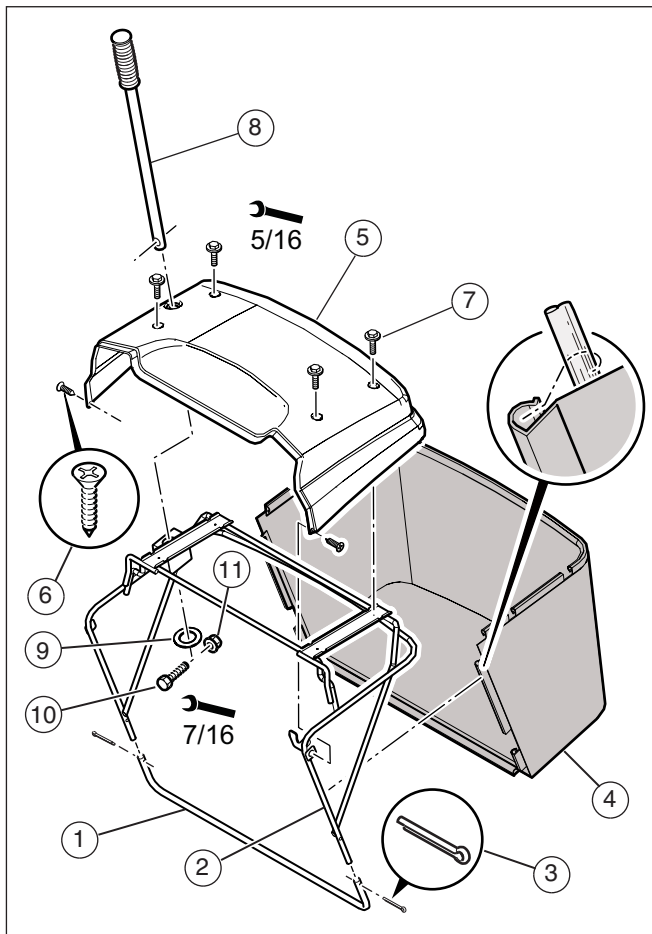

Figure 3
1. Faire glisser le tube inférieur (1) sur le cadre de l'ensacheuse (2) (voir la **Figure 3**).
3. Installer les goupilles fendues (3) dans les trous et courber les extrémités pour fixer le cadre.
4. Faire glisser l'ensemble de cadre sur le sac à herbe (4).
6. Aligner le couvercle de l'ensacheuse (5) sur les trous du cadre.
7. Utiliser les vis (6) et (7) pour assembler le côté et le dessus du couvercle sur le cadre de l'ensacheuse.
8. Assembler la poignée de l'ensacheuse (8) à travers le trou dans le couvercle et le cadre.
9. Fixer la poignée de l'ensacheuse avec la rondelle (9), la vis (10) et l'écrou (11).